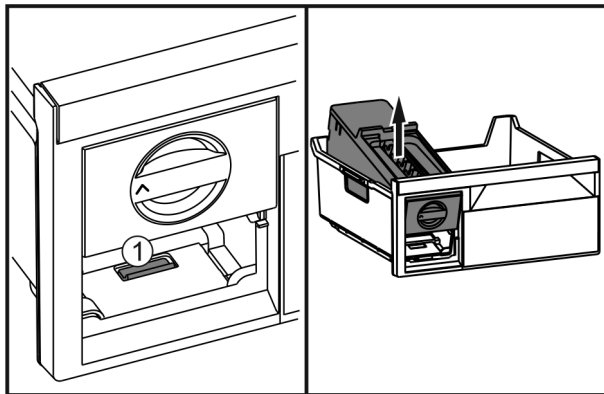

Fig. 37
- ▶ Lasche Fig. 37 (1) drücken, EasyTwist-Ice von hinten anheben und aus dem Gefrierschubfach herausnehmen.